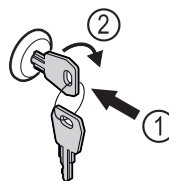

Fig. 95
- ▶ Sleutel erin duwen Fig. 95 (1).
- ▶ Sleutel 90° rechtsom draaien Fig. 95 (2).